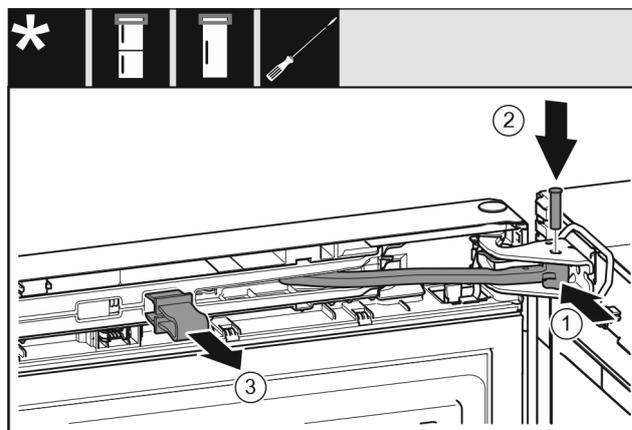

Fig. 52
- ▶ Ruotare il giunto Fig. 52 (1) nel blocco di supporto.
- ▶ Inserire il perno Fig. 52 (2) nel blocco di supporto e nel giunto. Assicurarsi che la camma di arresto sia posizionata correttamente nella scanalatura.
- ▶ Rimuovere il fusibile Fig. 52 (3).